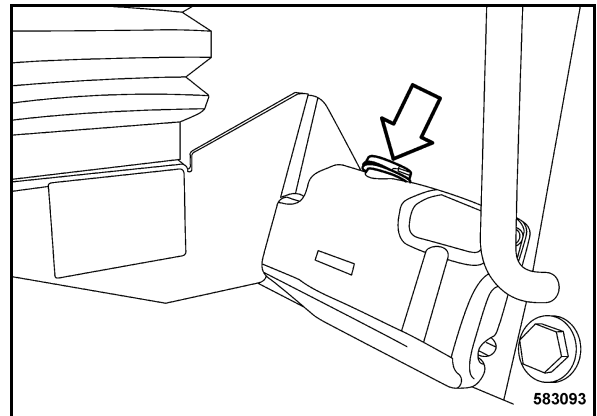

Fig. 228
- Comprobar el nivel del líquido en el depósito de reserva (Fig. 228) y completar el nivel, si fuese necesario.